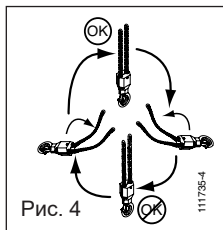

Рис. 4
7. Если подъемная цепь тали состоит из нескольких ветвей, убедитесь, что они не спутались и не перекрутились (рис. 4).
2. Убедитесь, что подъемная цепь не перекрутилась при установке, особенно если она состоит из 2 ветвей. (См. рис. 4).